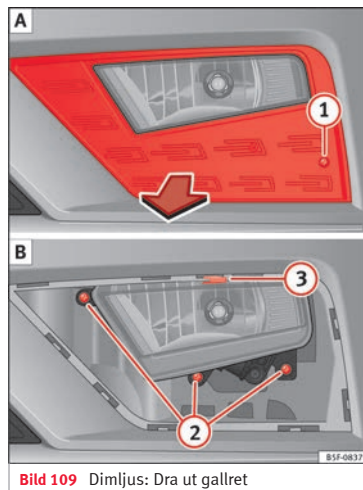
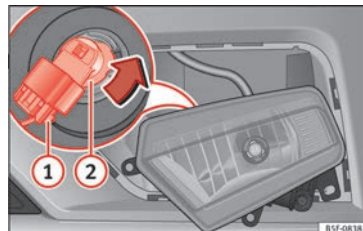

Bild 109 Dimljus: Dra ut gallret
Bild 110 Dimljus: Ta bort lamphållaren
1. Skruva ur skruven » **bild 109** ① **A** från dimljusgallret med en skruvmejsel och dra ut gallret.
2. Skruva ur de 3 skruvarna » **bild 109** ② **B**.
3. Ta bort metallklämman som sitter på den övre delen av dimljuset genom att dra den bort från bilen ③ **B** och ta ut dimljuset.
4. Ta bort kontakten » **bild 110** ① från glödlampan.
5. Vrid lamphållaren ② moturs och dra.